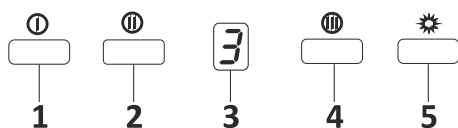

Fig. 14: Kontrollpanel
1. ➤ Motorhastighet 1 (Fig. 14)
2. ➤ Motorhastighet 2 (Fig. 14)
3. ➤ Digital display (Fig. 14)
4. ➤ Motorhastighet 3 (Fig. 14)
5. ➤ Belysning (Fig. 14)
6. ➤ Om en motorhastighetsknapp (1, 2 eller 3) hålls intryckt i mer än 2 sekunder aktiveras en 15 minuters timerfunktion. När timern startar blinkar displayen. Timern stannar efter 15 minuter (Fig. 14).